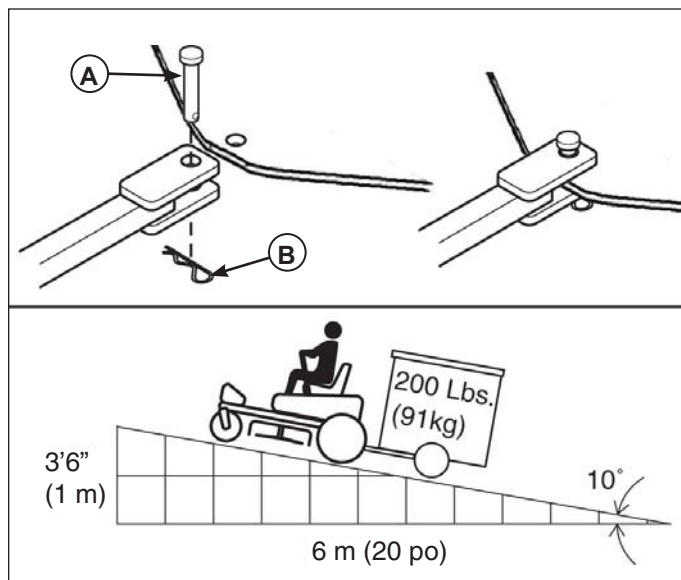

Figure 9. Recommandations de poids de remorque
Le poids maximum d'une remorque tractée doit être inférieur à 91 kg (200 lb). Fixer la remorque avec une goupille de remorquage de taille appropriée (A, Figure 9) et d'un clip (B).